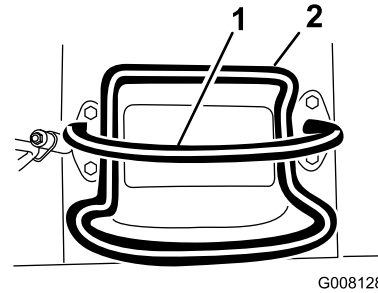
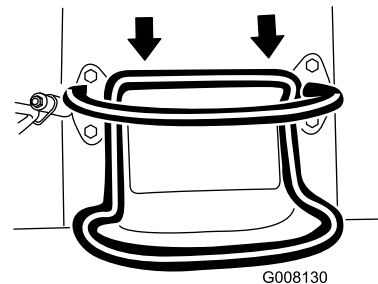

Figura 8
Figura 10
- Para andar para trás, empurre o controlo de tração para trás (Figura 10). Quando fizer marcha-atrás, veja se há obstruções e mantenha as mãos na barra de referência (Figura 8).
- Para parar, solte o controle de tração (Figura 8).